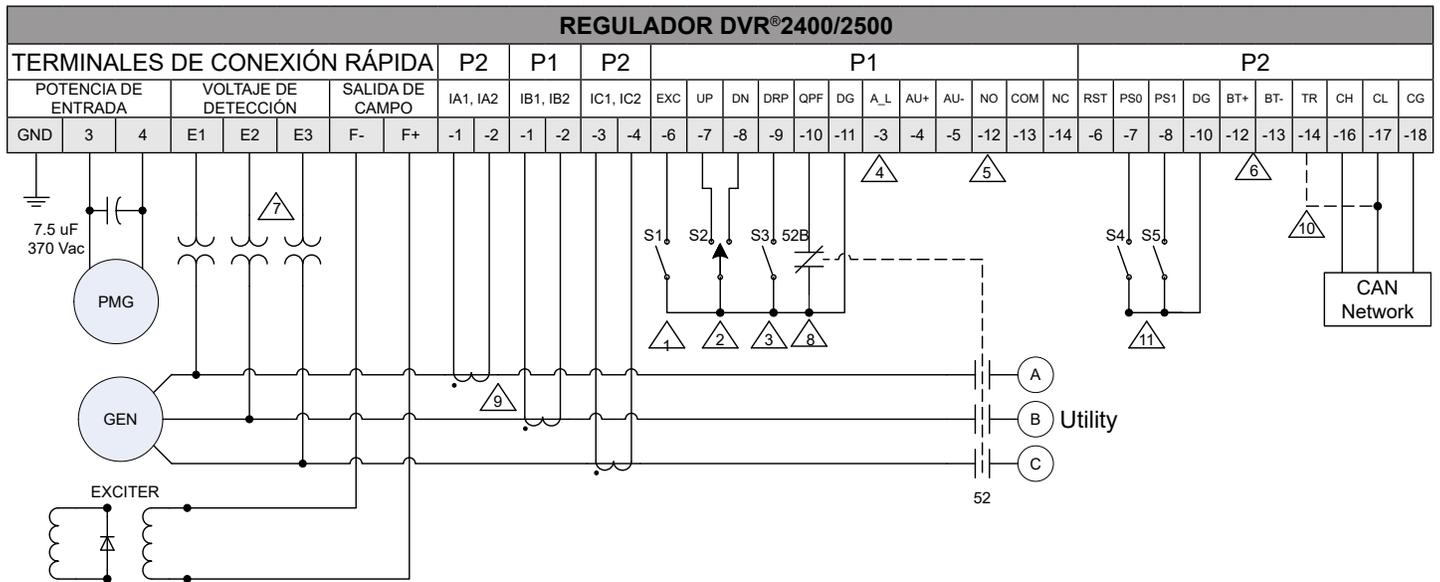

Figura 5-8. Conexiones típicas con rotación ABC, detección de voltaje trifásico y detección de corriente trifásica
- En la Figura 5-8 se muestra una aplicación en la que el regulador se conecta para la detección de voltaje trifásico y una detección de corriente trifásica.